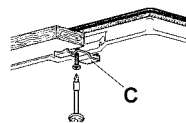

Fig.6
- Inserte y sitúe la encimera en la abertura practicada en el mueble y bloquéela con los tornillos de los ganchos de fijación C (fig. 6).